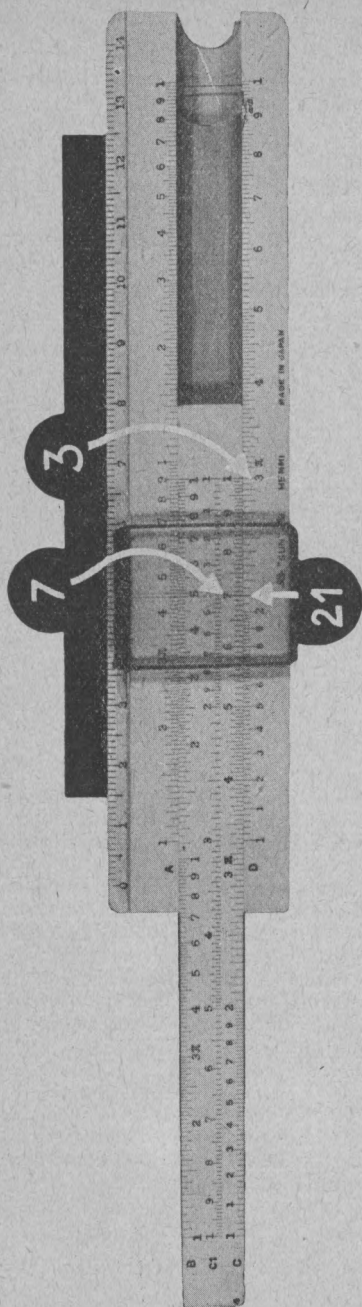

Fig. 9.
b) Ou bien utiliser l'autre extrémité de la règle. Mettez le 1 du bout à droite de la règle sur le 3 de la règle (échelle D). Amenez le curseur sur le 7 de la règle, et vous lisez 21 sur l'échelle D (fig. 9). Avec un peu d'habitude, vous saurez vite reconnaître ces cas avant de faire un essai. L'auteur utilise presque toujours l'échelle inférieure pour les multiplications et les divisions simples. On obtient ainsi plus de précision qu'avec les échelles supérieures. Néanmoins, pour les multiplications complexes, il y a souvent intérêt à utiliser les échelles supérieures.